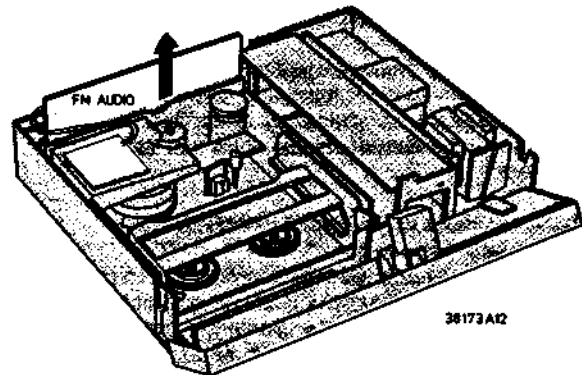

Fig. 2-6
2.7 Servicestellung von P521 (FM-Audio), Bild 2-6